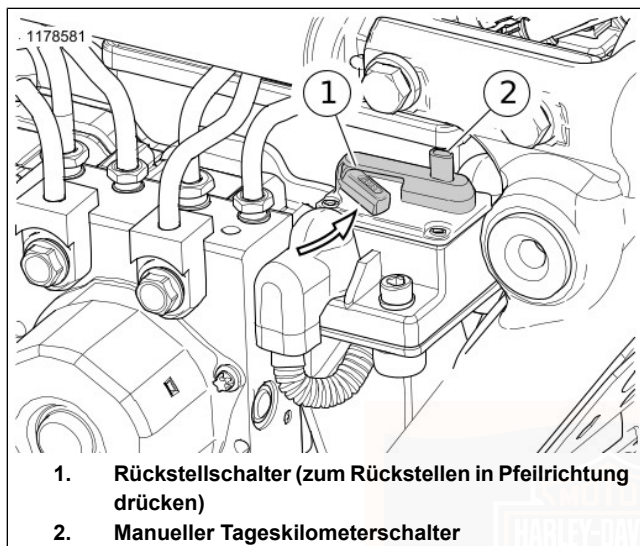

Abbildung 90. Überlastschalter des Rückfahrmotors
Siehe Abbildung 90. Der Überlastschalter befindet sich in der Elektrietafel hinter der rechten Seitenabdeckung. Dieser manuell zurückstellbare Überlastschalter hat einen roten Auslösedruckknopf (2) und einen Rückstellschalter (1). Um den Überlastschalter manuell auszulösen, den Druckknopf